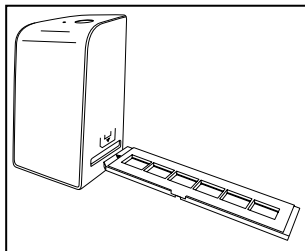

Figura 1
- ◆ Sbloccare la chiusura che si trova sul lato frontale del supporto dei negativi ❺ e aprire il supporto.
- ◆ Inserire il supporto dei negativi ❺ nello slot a destra ❹ con il triangolo rivolto in avanti e visibile (vedere figura 1).
- ◆ Spingere il supporto dei negativi ❺ nello slot a destra ❹, finché non scatta in modo percettibile nella prima posizione. Per altri negativi continuare a spingere il supporto ❺ nello slot a destra finché non scatta in modo percettibile nella posizione successiva.